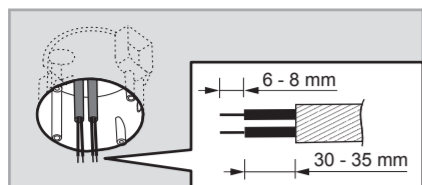

FIG. 8
4.4.1.2 Extraiga los cables de potencia CA de la caja de empalmes de estándar europeo y a continuación elimine 6 - 8 mm de revestimiento para el cableado (véase FIG. 8).